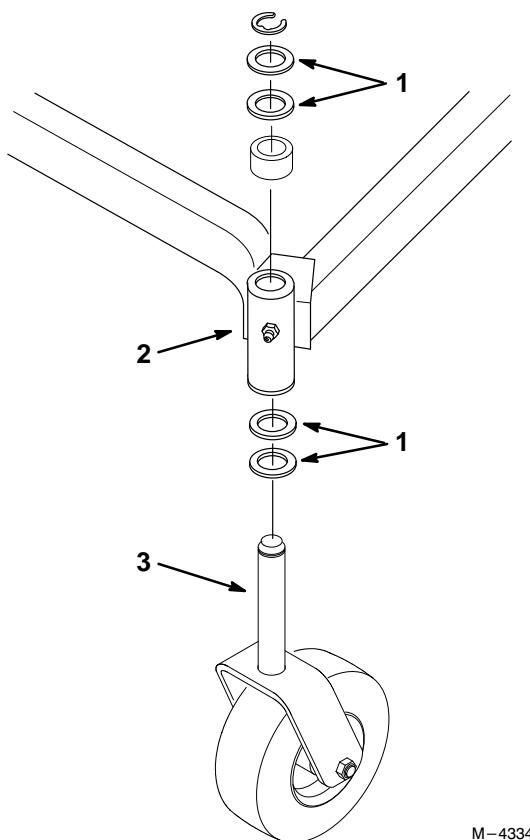

Abbildung 21
4. Um die Neigung von vorne nach hinten zu ändern, an beiden Ablenkradgabeln die gleiche Anzahl Druckscheiben verlegen. Die Druckscheiben von der Oberseite des Trägerrahmen-Montagerohrs zur Unterseite verlegen, um den Rasenmäher vorne anzuheben. Die Druckscheiben von der Unterseite des Montagerohrs zur Oberseite verlegen, um den Rasenmäher vorne abzusenken (Abb. 21).
4. Um die Ebenheit von Seite zu Seite zu ändern, nur die Druckscheiben an einer Ablenkradgabel verlegen. Die Druckscheiben von der Oberseite des Trägerrahmen-Montagerohrs zur Unterseite verlegen, um die jeweilige Seite des Rasenmähers anzuheben. Die Druckscheiben von der Unterseite des Montagerohrs zur Oberseite verlegen, um die jeweilige Seite des Rasenmähers abzusenken (Abb. 21).